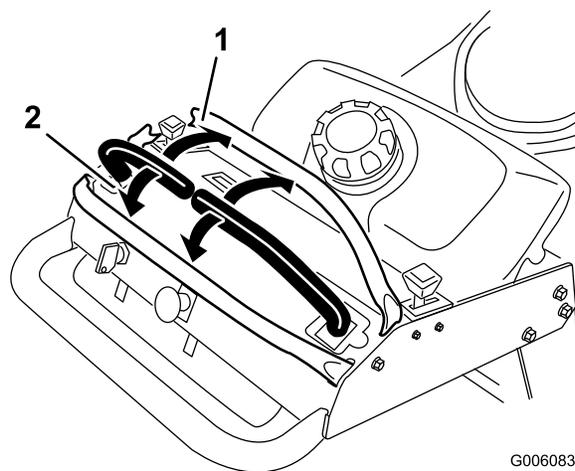

Bild 9
- Drücken Sie die Steuerhebel langsam nach vorne, um vorwärtszufahren (Bild 9).
Wenden Sie denselben Druck auf beide Fahrtriabshebel an, um geradeaus zu fahren (Bild 9).
Bewegen Sie zum Wenden den Fahrtriabshebel zur Neutral-Stellung in der Richtung, in der Sie wenden möchten (Bild 9).
- Ziehen Sie zum Rückwärtsfahren die Fahrtriabshebel langsam nach hinten (Bild 9).
Verringern Sie zum Wenden den Druck auf den Fahrtriabshebel in der Richtung, in der Sie wenden möchten (Bild 9).